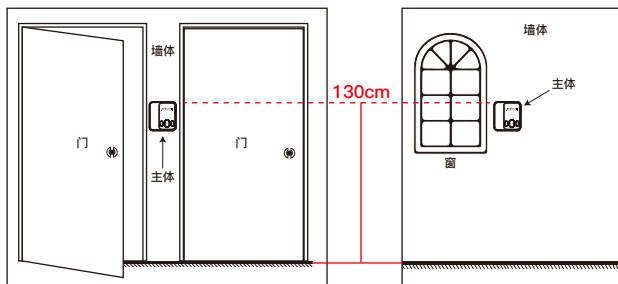

图2
2. 安装在门边、窗边或其他墙体时,高度控制在130cm以下,避免老人按不到按键,如图2;